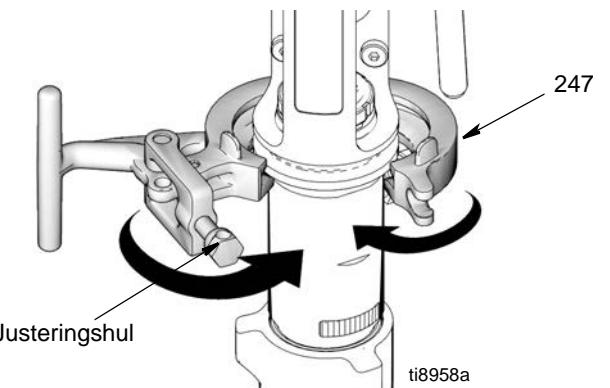

FIG. 21
- (Fig. 21) Montér pumpen (111) i sprøjten.